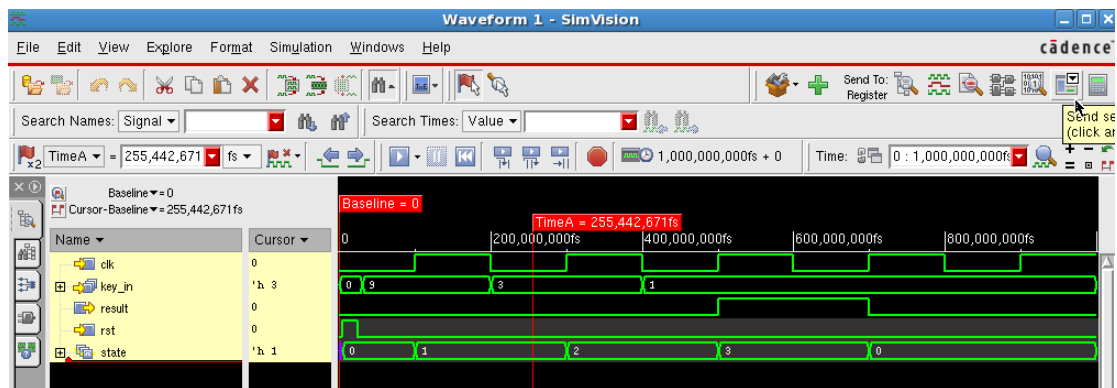
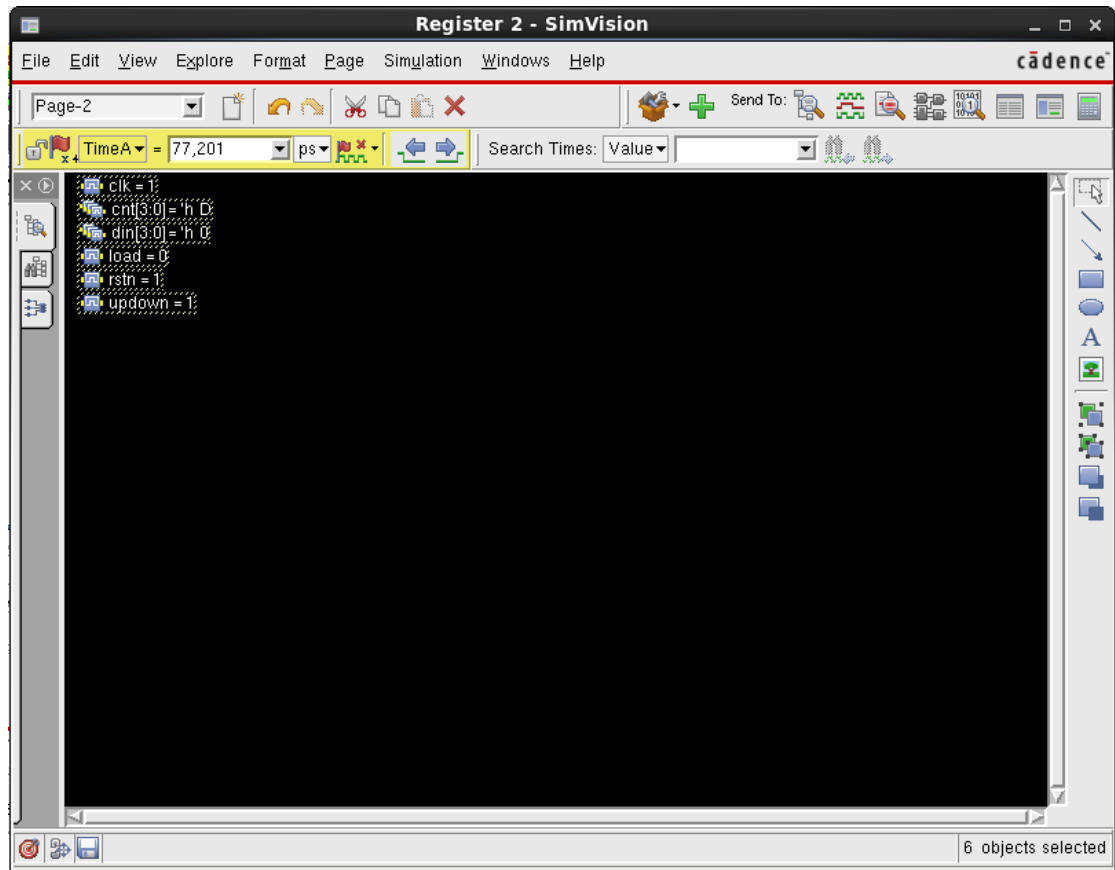

图11
图12
(1)在waveform window 选中需要观测的信号，点击工具栏中send to target register window 选项，如图11 所示，弹出寄存器窗口如图12 所示。